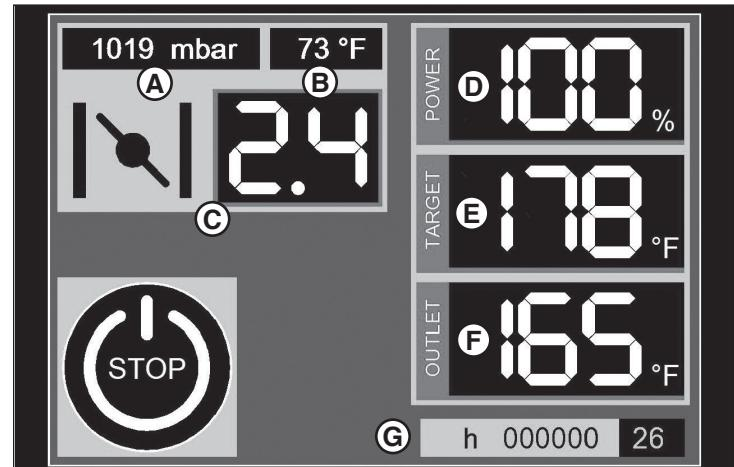

Figure 29
- Une fois que le ventilateur est démarré, l'écran RUN (marche) apparaîtra (Figure 29). L'information suivante sera affichée :
- (A) Pression barométrique en millibar.
- (B) Température ambiante en degrés Fahrenheit.
- (C) Réglage du registre
- (D) Efficiency de l'appareil de chauffage en pourcentage.
- (E) Température de sortie cible en degrés Fahrenheit.
- (F) Température de sortie actuelle en degrés Fahrenheit.
- (G) Heures totales de l'appareil de chauffage.